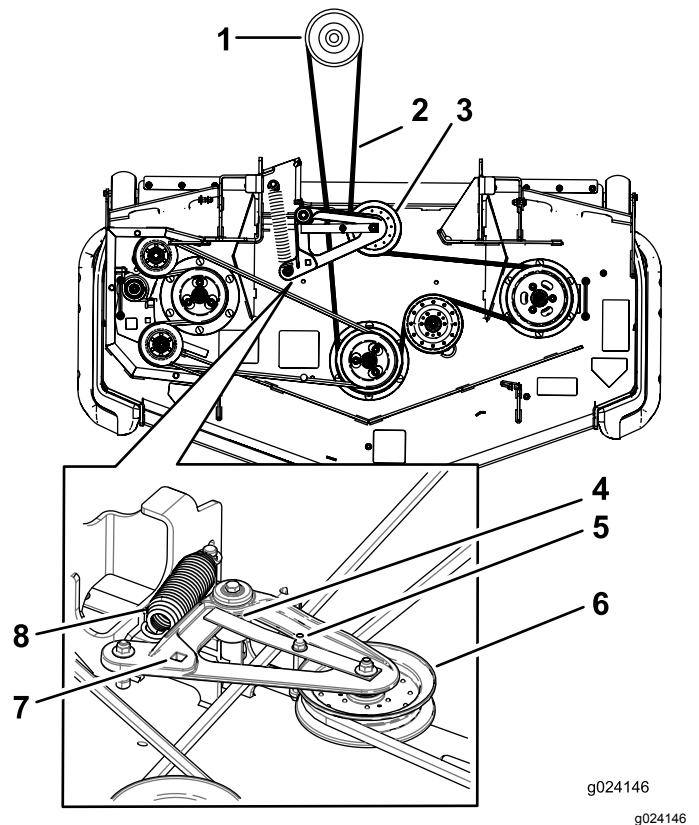

Figura 73
10. Utilizzate un cricchetto nel foro quadrato per installare la cinghia nuova attorno alle pulegge tendicinghia e alle pulegge del tosaerba (Figura 73).
8. Inserite un cricchetto nel foro quadrato del braccio di rinvio per allentare la molla del tenditore (**Figura 73**).
10. Sollevate l'aletta guidacinghia e rimuovete la cinghia esistente (**Figura 73**).
11. Montate la nuova cinghia attorno alle pulegge del tosaerba e alla puleggia della frizione, sotto il motore (**Figura 73**).
12. Ruotate e accertate che l'aletta guidacinghia sia a contatto con il mozzo del perno **Figura 73**.
13. Con il cricchetto nel foro quadrato, montate la molla del tenditore (**Figura 73**).